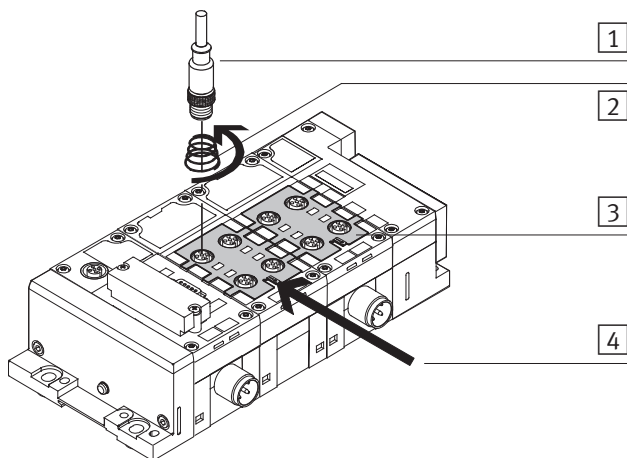

Bild 1/4: Anschluss der Abschirmbleche
- Verbinden Sie den Erdungsschluss des Abschirmblechs gemäß Bild 1/4 niederohmig mit Funktionserde (FE).